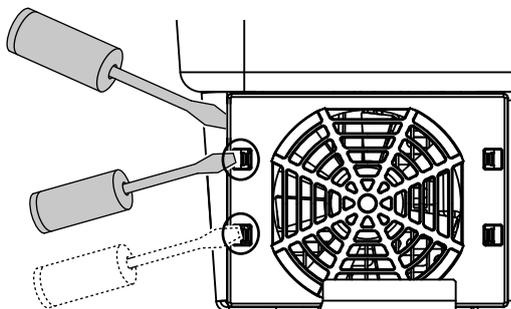

Fig. 72 : déclipsage des pattes de fixation
3. À l'aide d'un deuxième tournevis, appuyez sur les pattes de fixation au centre du ventilateur. Retirez doucement le ventilateur. ☑ Fig. 72